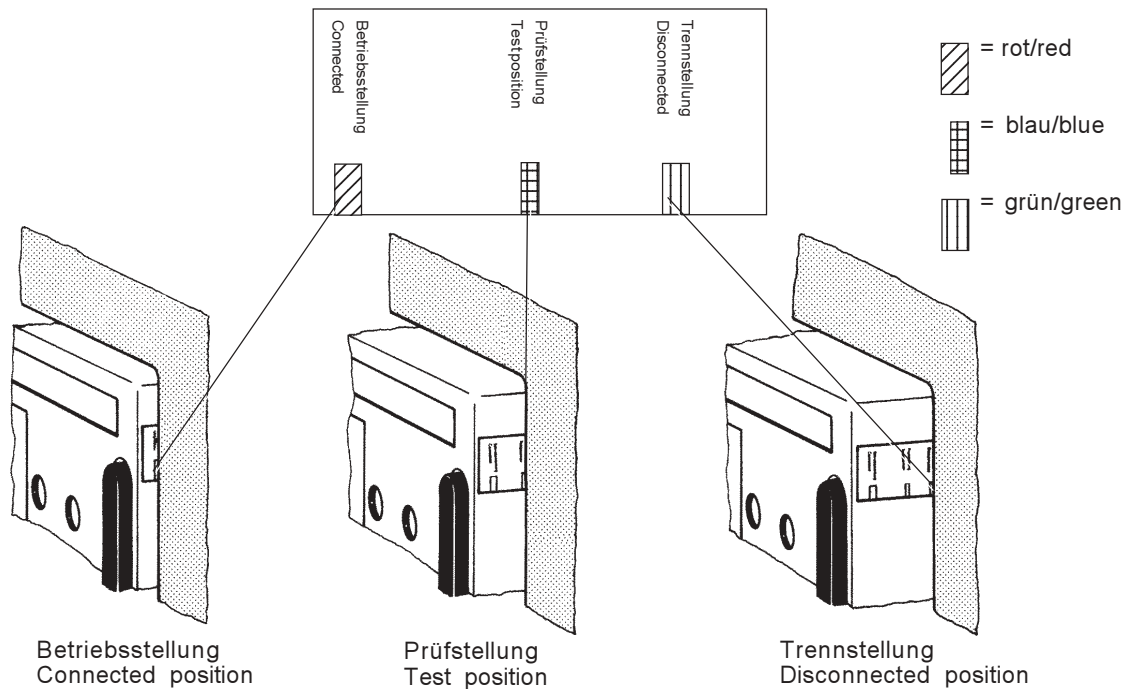

Fig. 16 Positionsanzeige am Bedienpult des Leistungsschalters
- Beim Verschieben des Leistungsschalters hinter geschlossener Schaltschranktür wird die jeweilige Schalterposition seitlich am Bedienpult annähernd angezeigt (Fig. 16).
- When the circuit-breaker is racked from one position to another behind the closed cubicle door each position will be indicated approximately at the side of the control panel (Fig. 16).